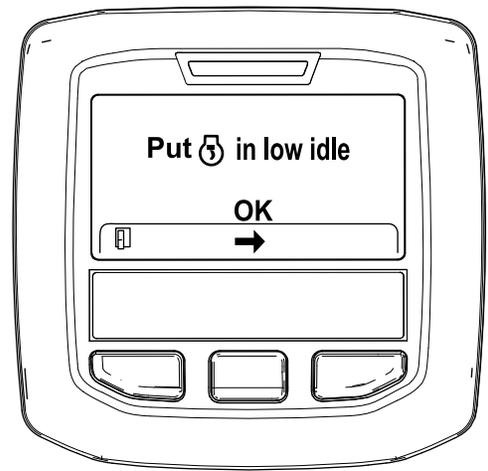

Figura 34
6. Mueva el control del acelerador a RALENTÍ BAJO y pulse el botón central (Figura 34).